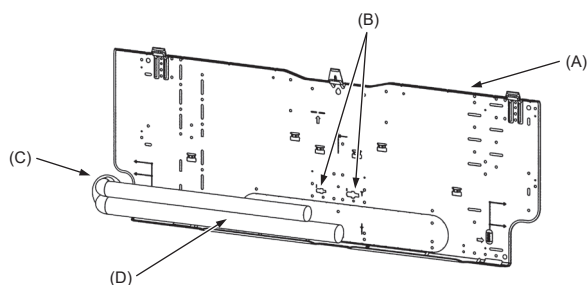

Fig. 3-5
3.3. Ved indbygning af rør i muren (Fig. 3-5)
- (A) Monteringsplade (1)
- (B) Referencemærke til omløberforbindelse
- (C) Gennemgående hul
- (D) Rørføring på stedet